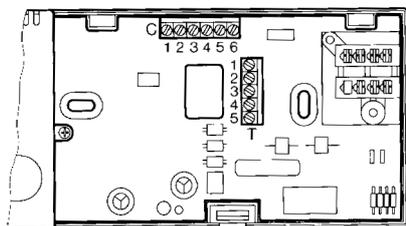

Fig. 7
**Funzione dei morsetti dell'interfaccia telefonica THI/200 (fig. 7)**